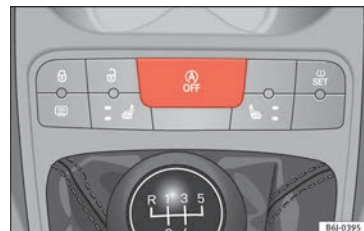

Bild 174 Knapp för start-stopppfunktionen.
- Tryck på knappen  ►► **bild 174** på mittkonsolen. När start-stopppfunktionen slås av tänds indikatorlampan.
- Tryck på knappen  ►► **bild 174** på mittkonsolen. Varningslampan släcks.